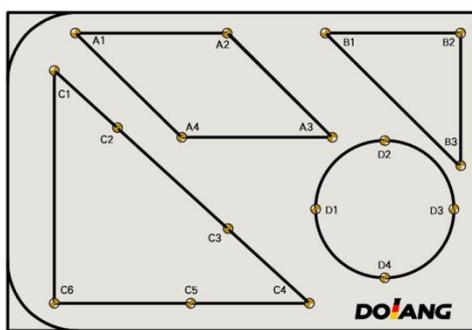

图 4-1 涂胶轨迹
1. 在触摸屏选择“涂胶轨迹”界面，通过触摸屏设定轨迹 A、轨迹 B、轨迹 C（如图 4-1 所示），点击“开始涂胶”按钮，此时按钮板及触摸屏的绿色指示灯常亮，自动运行编写好的工业机器人程序；